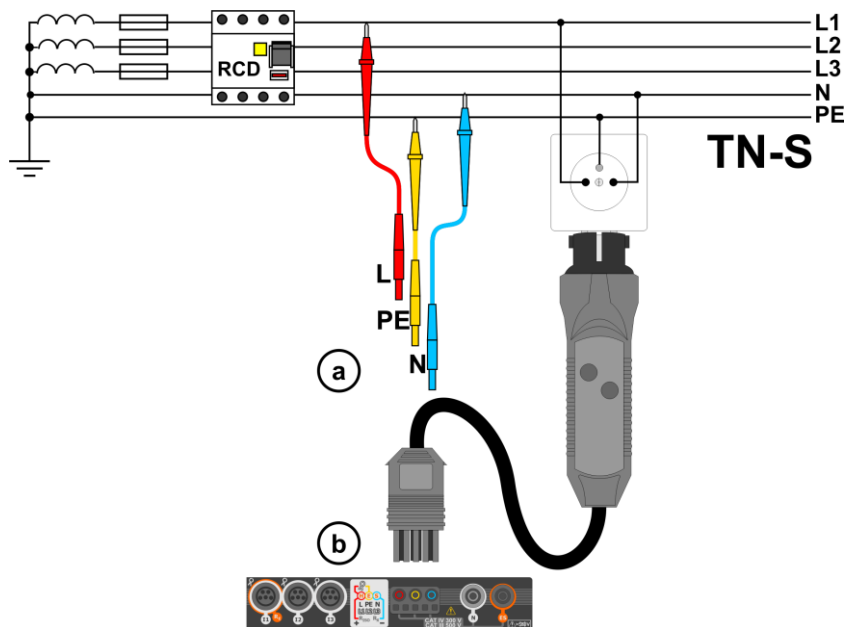
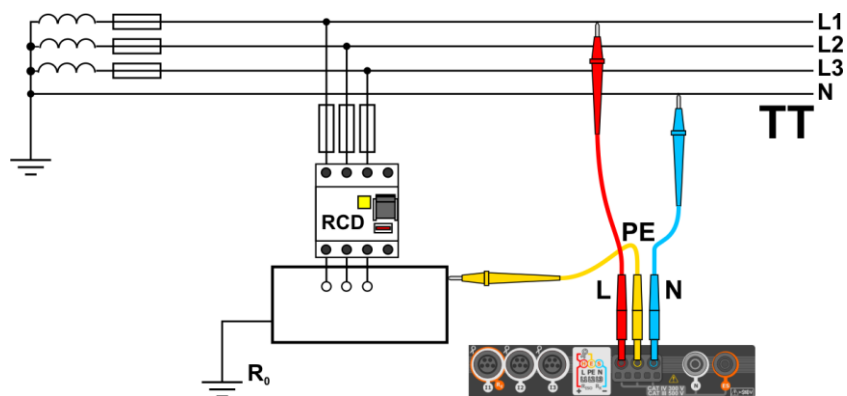
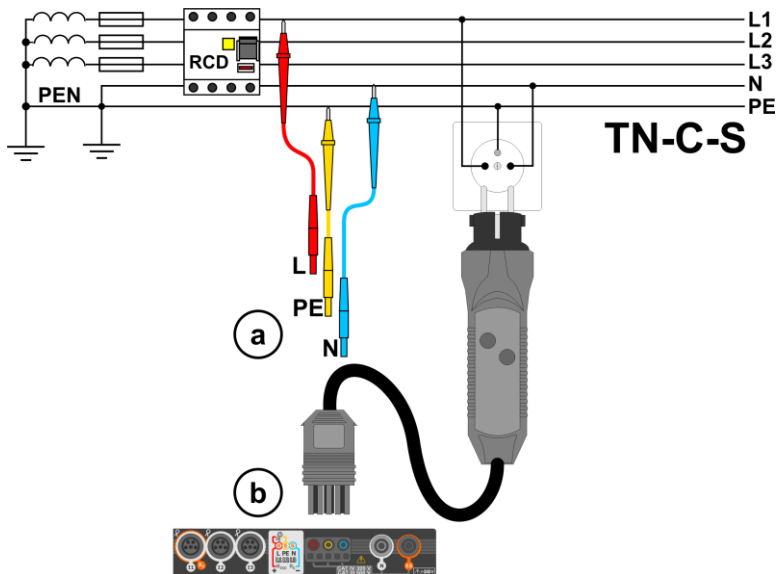

Fig. 3.3 Medición en el sistema TN-S
Fig. 3.4 Medición en el sistema TT
Fig. 3.5 Medición en el sistema TN-C-S
- 1 Conectar los cables de medición según la Fig. 3.3, Fig. 3.4 o Fig. 3.5.